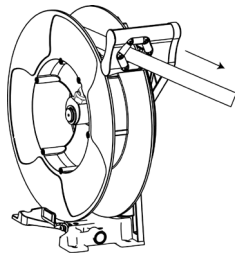

FIG 6.
1. Unwind the hose completely and search for the ratchet blocking position (Fig. 6).
1. Dra ut slangens helt och hitta spärrläget (Fig. 6).